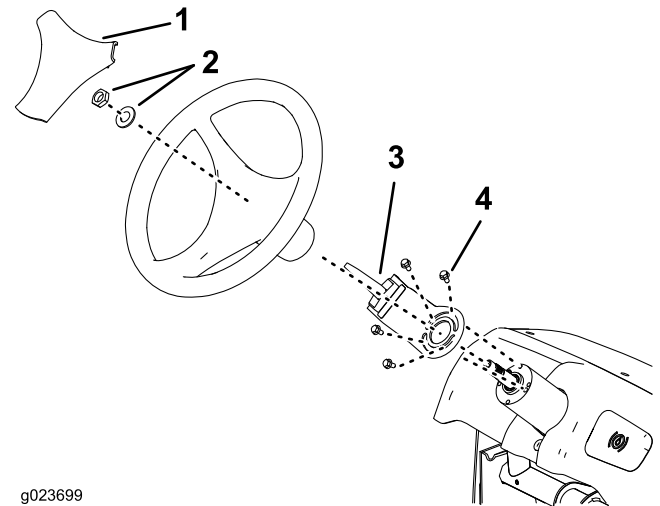

Bild 3
2. Entfernen Sie die Abdeckplatte des Lenkrads, entfernen Sie die Lenkradschrauben und ziehen Sie das Lenkrad aus der Säule (Bild 3).
3. Schieben Sie die Schalterhalterung auf die Lenkradsäule und befestigen Sie die Halterung mit vier Schrauben (Bild 3).
Schaumschaufelschalter: Aktiviert den Kompressor, generiert einen Schaum- und Luftfluss zur rechten oder linken Auslegersektion (Bild 3).